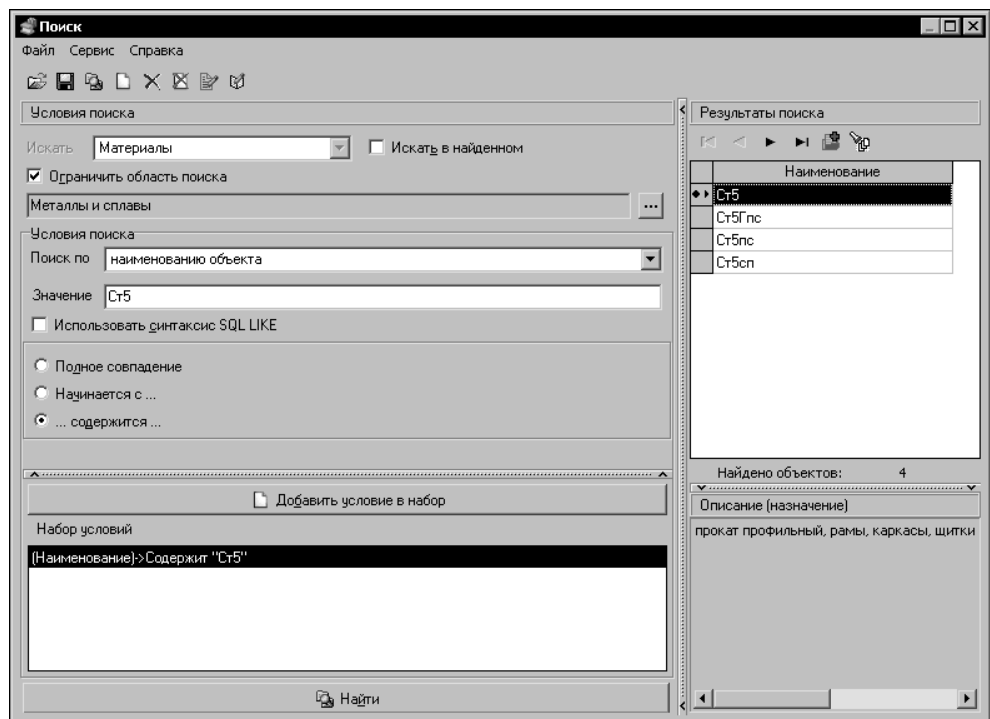

Рис. 8.11. Поиск объекта в базе данных справочника
Окно **Поиск** (рис. 8.11) содержит элементы управления, предназначенные для различных способов поиска объектов в справочнике. Полное описание окна и способов поиска объектов приведено в Руководстве пользователя справочником. Здесь рассмотрим лишь один из вариантов поиска на условном примере: найти в справочнике данные о материале «Сталь 5».
Формальное решение задачи можно получить в результате следующих действий (рис. 8.11):
1. Ограничьте область поиска, указав группу, которой принадлежит искомый материал. Для этого нажмите кнопку **Обзор** и укажите группу (в примере рис. 8.11 — группа «Металлы и сплавы»).